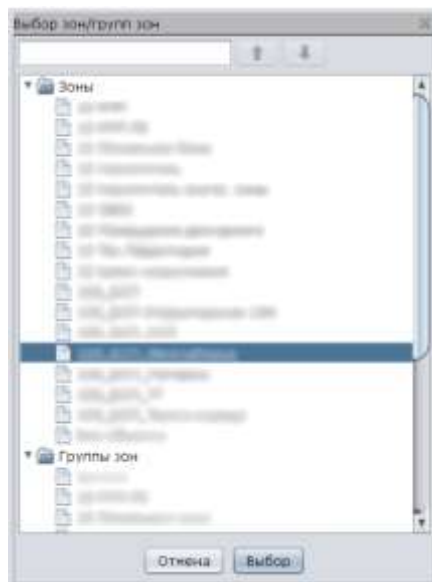

Рис. 148
– если надпись должна показывать количество людей в заданной зоне, то в поле «Кол-во людей» нажать «Не выбрана», в открывшемся окне (Рис. 148) выбрать зону/группу зон и нажать «Выбрать». При этом надпись будет отображать не текст, а количество людей в зоне по данным системы.